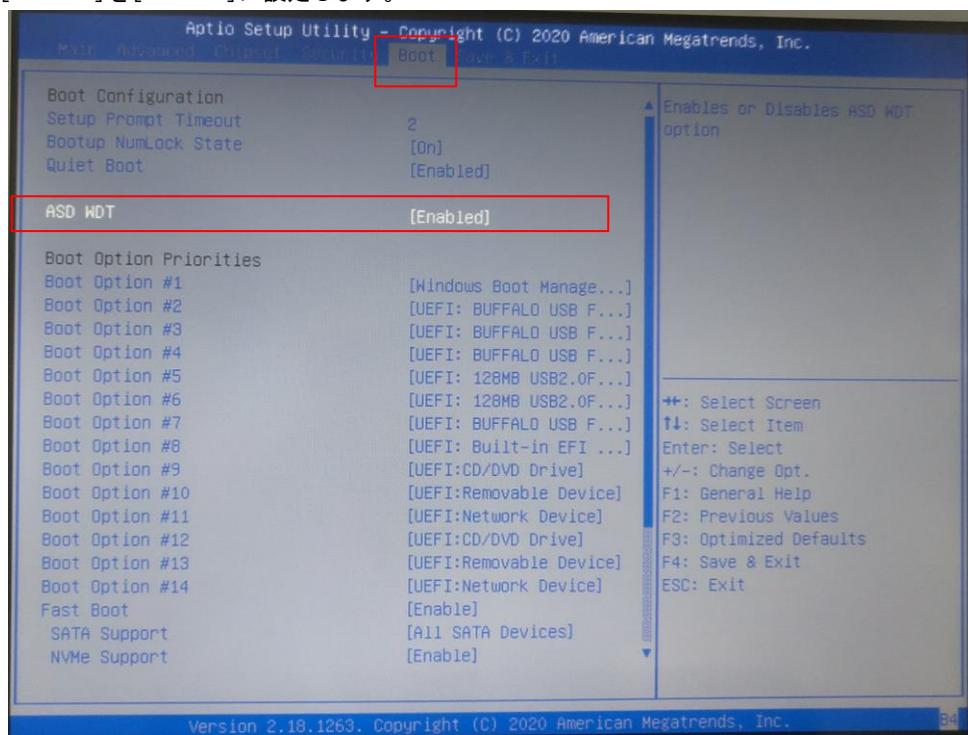

図 5-1-2-1. BIOS 設定画面 ASD WDT 設定
- ⑥ [Save & Exit] メニューを選択します。(図 5-1-2-2)
- ⑦ [Save Changes] を選択し、設定を保存します。
- ⑧ [Boot Override] からリカバリ USB を選択し[Enter]キーを押します。